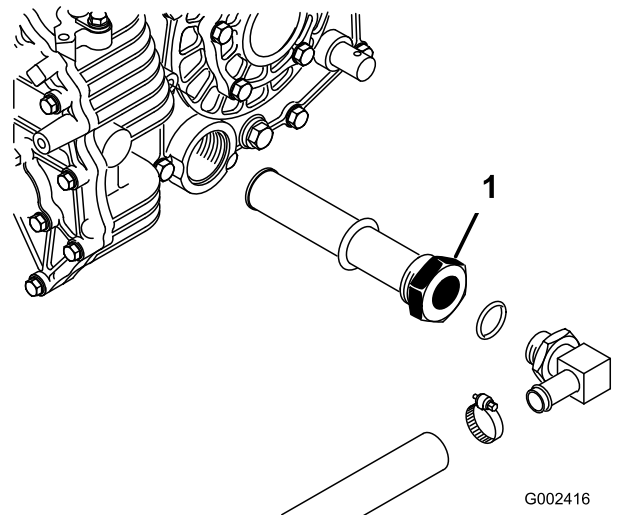

Figura 71
3. Observe la orientación del tubo hidráulico y del codo de 90° conectado al filtro en el lateral del depósito (Figura 71).